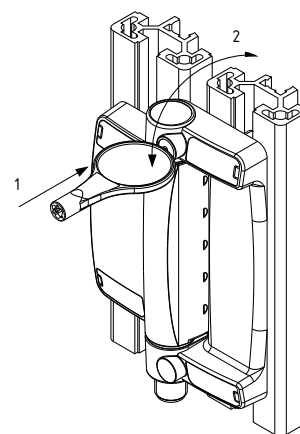

Fig. 7
4. Dopo avere completato l'impostazione e la verifica dell'angolo di intervento, è necessario inserire a pressione il tappo di chiusura dell'apertura di regolazione, che si trova sulla testa della chiave di regolazione (1), e staccarlo da quest'ultima mediante un movimento laterale (2) della chiave (Fig. 7).